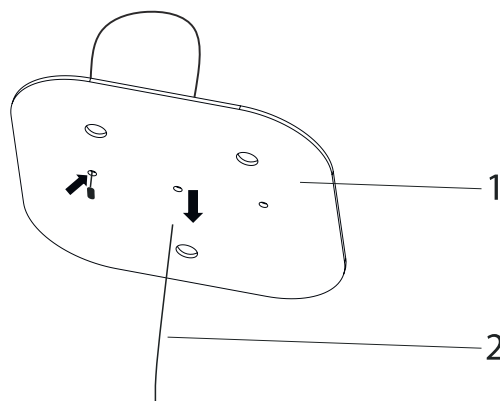

Fig. 8
**2.** ➡ För ståltråden genom hålen i upphångningsplattan (Fig. 8).